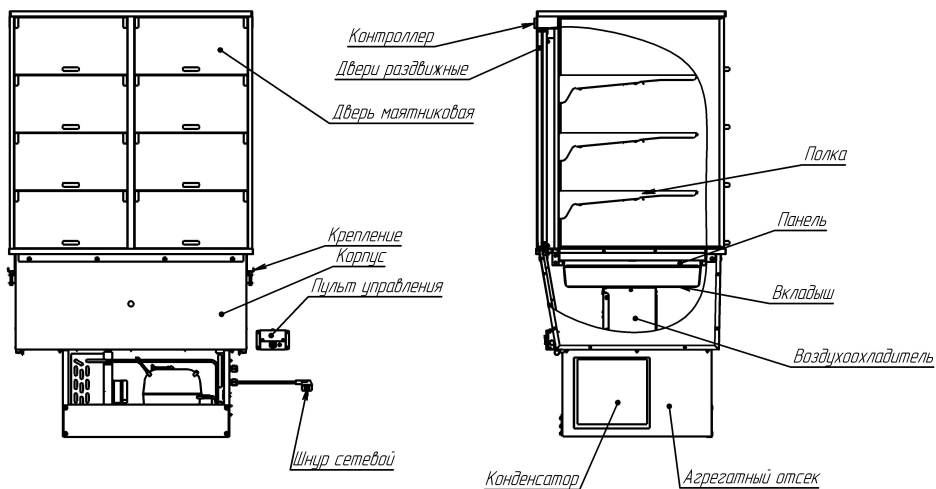

Рисунок 1
1.3.9 Контроллер, расположенный над раздвижными дверьми, (см. рис. 1) позволяет запрограммировать любой режим работы холодильной витрины. На предприятии «Атеси» установлен наиболее оптимальный режим и для исключения непроизвольного перепрограммирования введен код, блокирующий доступ к изменению режима работы холодильной витрины. В случае необходимости перепрограммирования режима работы, следует обращаться на завод-изготовитель или в авторизованный сервисный центр.
3.4 Для очистки ванны необходимо вынуть панели, либо гастроемкости с перемычками и вкладыш (см. рис. 1), после чего произвести очистку внутренних поверхностей ванны. Обратить внимание на отсутствие посторонних предметов в дренажных отверстиях на дне ванны.